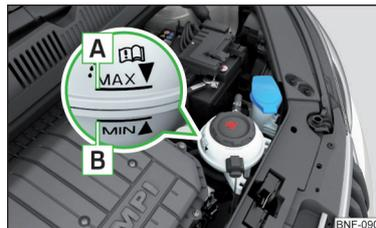

Fig. 142
Verificar el estado del líquido refrigerante - el líquido refrigerante tiene que estar entre las marcas **A** y **B** » fig. 142. Si el estado del líquido refrigerante está debajo de la marca **B**, rellenar el líquido refrigerante.
La **especificación** del líquido refrigerante se encuentra en el depósito de compensación del líquido refrigerante » fig. 142.
- No rellene el depósito de líquido refrigerante por encima de la marca **A** » fig. 142. El líquido refrigerante puede ser presionado por el calentamiento del sistema de refrigeración - Existe el peligro de un daño de las partes del vano motor.